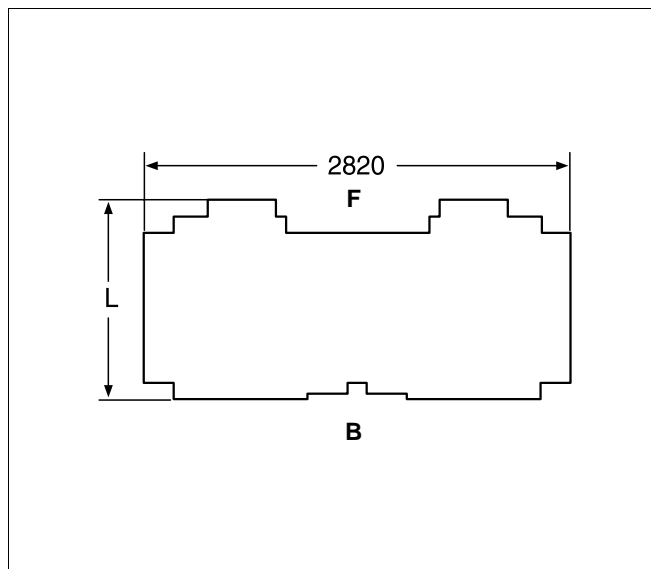

Fig. 32 Isolering
- Den medfølgende isolering passer til kedelstørrelsen (Tab. 1). Isoleringen skal anbringes på kedelkroppen som vist på Fig. 32.